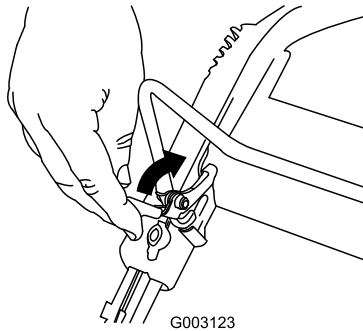

Figura 17
Per spegnere il motore, tenete premuto il pulsante di spegnimento del motore (Figura 17) fino allo spegnimento del motore.
1. Tirate indietro il dispositivo di bloccaggio della barra di comando (Figura 17).